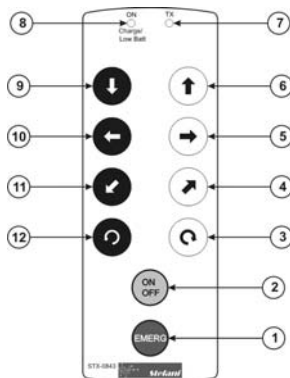

Figura 1: Legenda das funções.
Quando a bateria estiver em nível baixo o LED Low Batt (item 8 figura 1) piscará, indicando que as baterias devem ser carregadas.
- (1) **EMERG:** Tecla de emergência, esta tecla tem prioridade absoluta sobre qualquer outra tecla. Quando pressionada, envia ao receptor código de emergência, fazendo com que o receptor desligue todas as saídas a relé, inclusive o relé principal. Esta tecla deve ser usada em caso de emergência, caso ocorrer de algum motor não desligar.
- (2) **ON/OFF:** Tecla liga e desliga o transmissor e receptor. Para ligar o transmissor STX-08xx, basta apenas pressionar a tecla ON/OFF, assim que pressionada, além de ligar o transmissor, enviará um dado para o receptor SRX-08xx para habilitar o funcionamento do mesmo. Da mesma forma, quando desligar o transmissor, ele enviará outro dado ao receptor para desabilitá-lo, evitando assim que acionamentos acidentais.
- (3)  **Rotação a Direita (TLEFT):** Responsável pelo acionamento do motor de giro a direita no eixo da talha (caso houver).
- (4)  **Movimento Longitudinal para Frente (ZFRONT):** Responsável pelo acionamento do motor de movimento do eixo Z.
- (5)  **Movimento Transversal para Direita (XRIGHT):** Responsável pelo acionamento do motor de movimento transversal no eixo X à direita.
- (6)  **Movimento Vertical para Cima (YUP):** Responsável pelo acionamento do motor de movimento vertical no eixo Y para cima.
- (7) **LED TX:** LED indicador de transmissão em andamento. Quando acionado indica que está sendo enviado comando para o receptor.
- (8) **LED ON/Low Batt/Charge:** quando ligado indica que o transmissor está ligado. Quando esta piscando indica que a bateria está descarregada e necessita de carga.
- (9)  **Movimento Vertical para Baixo (YDN):** Responsável pelo acionamento do motor de movimento vertical no eixo Y para baixo.
- (10)  **Movimento Transversal para Esquerda (XLEFT):** Responsável pelo acionamento do motor de movimento transversal no eixo X à esquerda.